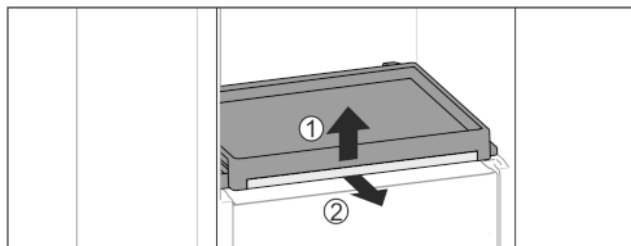

Fig. 33
- ▶ Выньте выдвижную панель со стеклянной панелью: Слегка приподнимите спереди стеклянную полку Fig. 33 (1) и потяните вперед Fig. 33 (2).